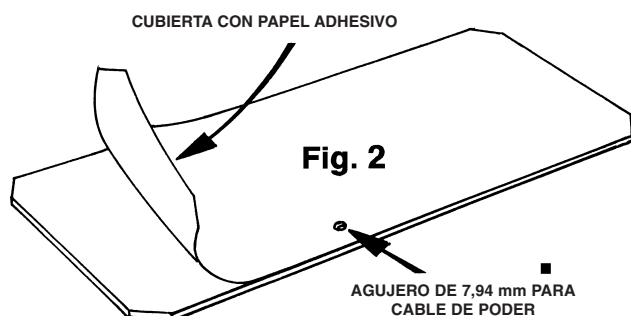

Fig. 2
5. Remueva el papel de la superficie de la plantilla de goma. Presione el cable de poder a través del agujero en la plantilla. Fig. 2. **IMPORTANTE:** El lado adhesivo de la plantilla de goma va puesto en contra de la base de la luz. Cuando la plantilla este en posición en la base, presione firmemente en la plantilla para que el adhesivo la asegure en su lugar.